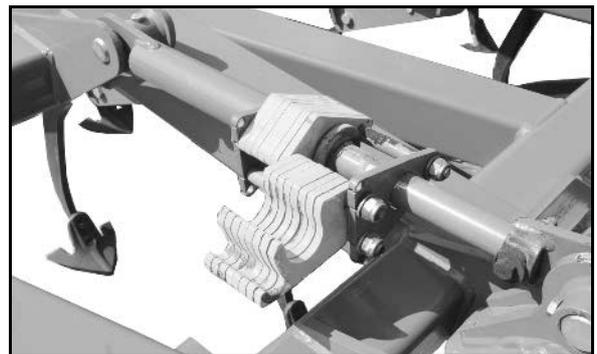

Fig. 50
- en las ruedas de apoyo o direccionales (Fig. 50).